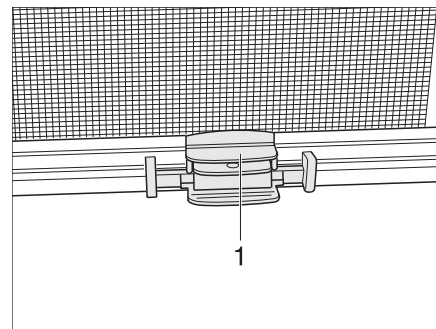

Fig. 50 Tenda a rullo
- Afferrare la parte centrale dell'asta di chiusura (Fig. 50,1) della zanzariera a rullo e avvicinarla alla barra di chiusura dell'oscurante a rullo.
- Tenere l'asta di chiusura (Fig. 50,1) della zanzariera a rullo e far scattare la tacca di arresto.